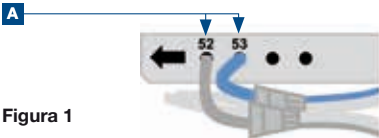

Figura 1
- 05 Introduceți puntea de cablu în conectorul setului de cabluri XE2 (figura 1):